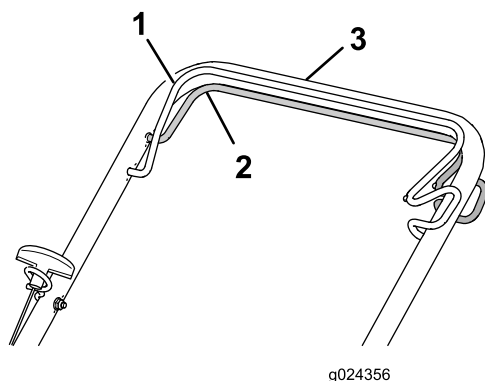

Figure 14
- **Pour engager l'autopropulsion :** Serrez et maintenez la barre de commande d'autopropulsion contre le guidon (Figure 14).